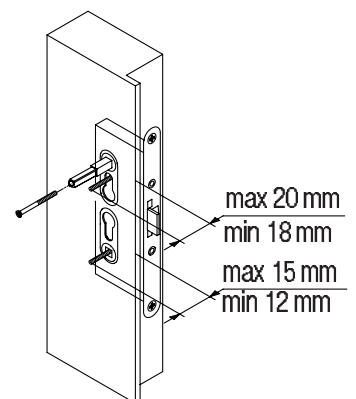

FIG. 3
2. eseguire la foratura sul montante come indicato nella dima di pag. 15. con il meccanismo della scatola principale del maniglione in appoggio sul lato interno della porta, inserire le viti di fissaggio in dotazione, verificando che la sporgenza sia compresa nelle dimensioni indicate in fig. 3;
2. effectuer le perçage au niveau du montant, comme indiqué sur le gabarit de la page 15. Avec le mécanisme du carter principal de la barre anti-panique situé sur le côté intérieur de la porte, insérer les vis de fixation fournies et vérifier que leur dépassement soient compris dans la plage de dimensions indiquées sur la fig. 3 ;
2. Die wie auf der Schablone von Seite 15 vorgesehene Bohrung auf dem Pfosten ausführen. Mit dem auf der Türinnenseite aufliegenden Mechanismus des Hauptschlosskastens der Betätigungsstange die mitgelieferten Befestigungsschrauben einsetzen und sich überzeugen, dass sie nicht über die in Abb. 3 angegebenen Maße vorstehen;
2. drill a hole in the door jamb as shown in the page 15 template. With the panic exit device main box mechanism resting against the door inside, introduce the supplied fixing screws, ensuring that their protruding part is within the dimensional range shown in fig. 3;
2. Realice la perforación en el montante, según lo indicado en la plantilla incluida en la Pág. 15. Con el mecanismo del cofre principal de la barra apoyado en el lado interior de la puerta, introduzca los tornillos de fijación suministrados, verificando que la parte sobresaliente esté comprendida en las dimensiones indicadas en la Fig. 3.
2. boor het gat in de deurstijl zoals aangegeven in de mal op pag. 15. Breng met het mechanisme van het hoofddeel van de handgreep tegen de binnenzijde van de deur de bijgeleverde bevestigingsschroeven aan. Controleer of het niet meer uitsteekt dan de afmetingen die staan aangegeven op fig. 3;